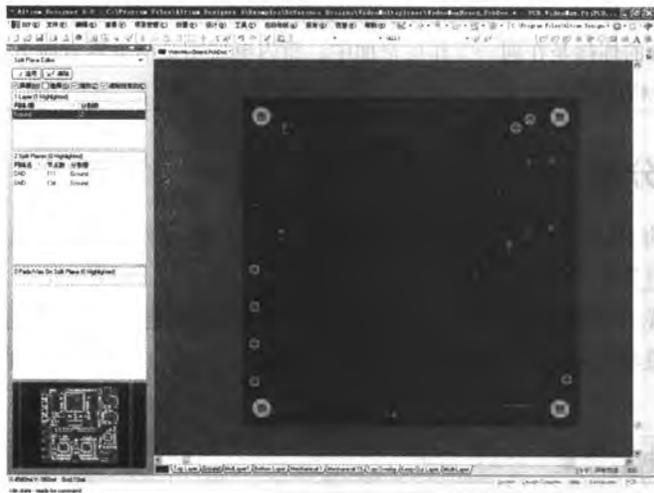

图 9-90 分割为两个内电层
- [3] 单击鼠标右键退出直线放置状态，此时内电层被分割成了两个，连接网络都为“GND”，在【PCB】面板中可明确地看到，如图 9-90 所示。